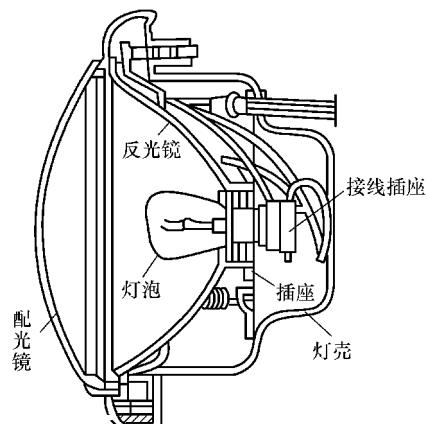

图 10-17 前照灯结构
1) 结构。汽车前照灯一般由灯泡、反光镜、配光镜三部分组成,如图 10-17 所示。